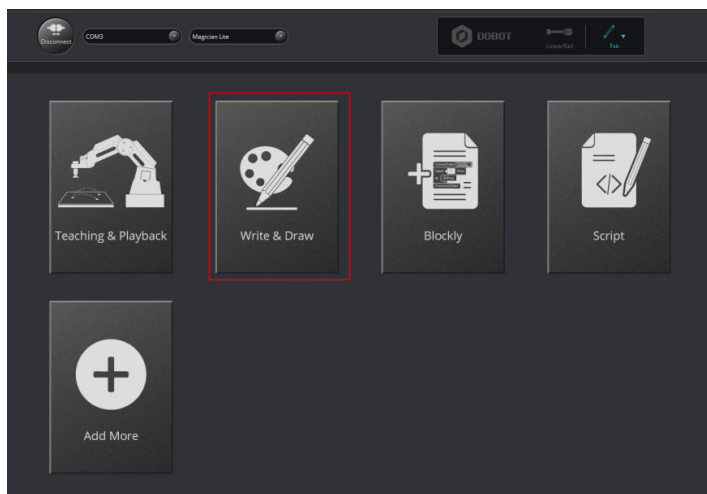

Figura 81: Clique em Write & Draw
1. Clique em **Write & Draw** na página **DobotStudio**, como mostrado na Figura 81.